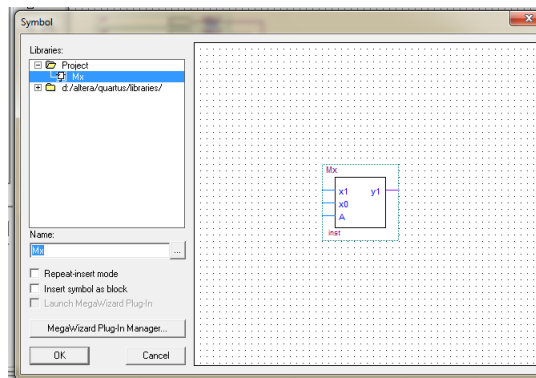

Рис.3.4
9. Откройте файл lab3.dbf. Сделайте 2 щелчка по рабочему полю этого файла, в окне Symbol появилась папка с Вашим проектом **Project**, в ней – Ваш файл **mx**. Щелкните по **mx**. Появится блок мультиплексора. Нажмите ОК (Рис.3.4).